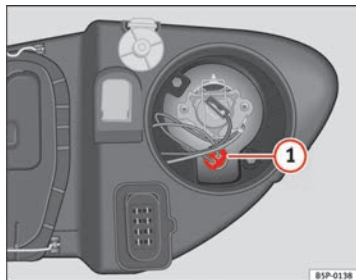

Abb. 191 Standlicht
- Die Fassung ⇒ Abb. 191 **1** herausnehmen.